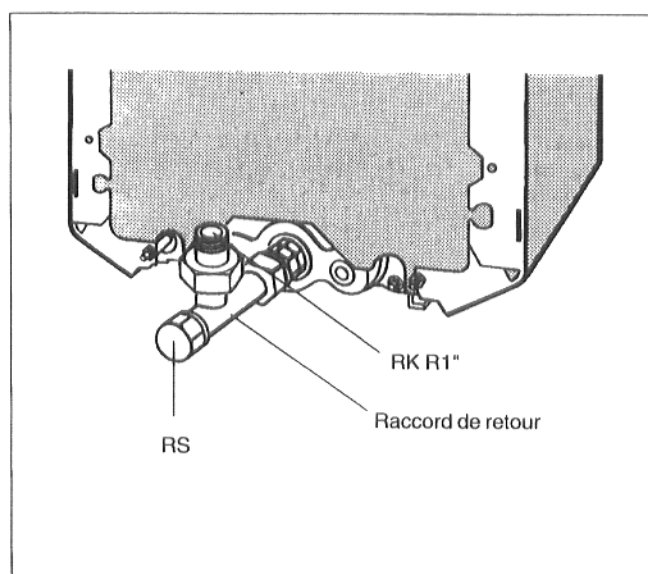

Fig. 11
- **Raccorder toujours le retour du préparateur d'ECS (RS) sur l'arrière du raccord de retour, et le retour du circuit de chauffage (RK) sur le côté (Fig. 11).**